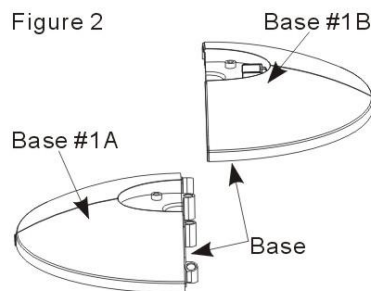

Figura 2
- Arme la base N° 1 entrelazando las bases N° 1A y N° 1B. Pase el cable de alimentación por el orificio grande del centro (figura 2).